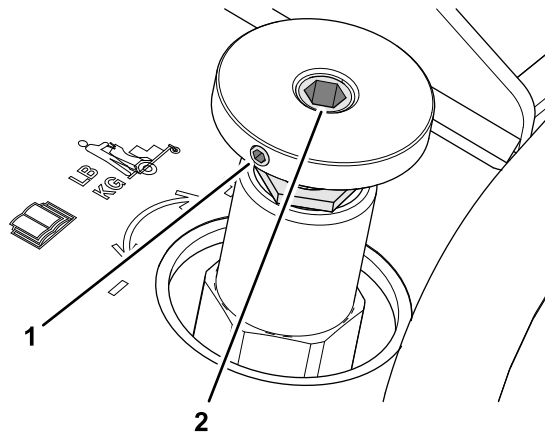

Figura 57
1. Afloje el tornillo de fijación del pomo de la válvula de control de peso; consulte Figura 57 en Ajuste de la válvula de control del peso del operador (página 48).
Nota: No tuerza el pomo mientras lo retira. Si necesita ayuda para mantener la posición del vástago de la válvula de control, utilice una llave hexagonal en el alojamiento hexagonal del vástago para mantener la alineación; consulte Figura 57 en Ajuste de la válvula de control del peso del operador (página 48).